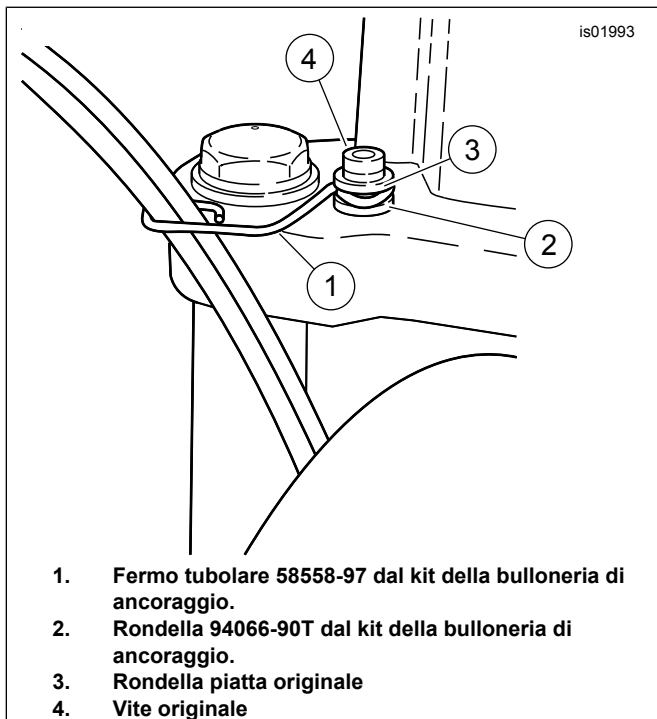

Figura 1. Attacco dei cavi del comando del gas
3. Vedere Figura 1. Utilizzare il fermo tubolare (1) dal Kit della bulloneria di ancoraggio per assicurare i cavi del comando del gas alla fascetta di montaggio superiore, come illustrato. Porre la rondella cromata (2) dal kit tra il fermo tubolare e il dado della fascetta di montaggio.